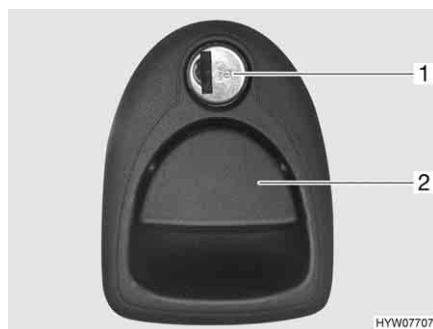

Fig. 49 Serratura dello sportello con impugnatura
- Inserire la chiave nel cilindro della serratura (Fig. 49,1) e ruotare di un quarto di giro. La serratura dello sportello è sbloccata.
- Tirare la maniglia della serratura (Fig. 49,2). In questo modo si apre lo sportello esterno.